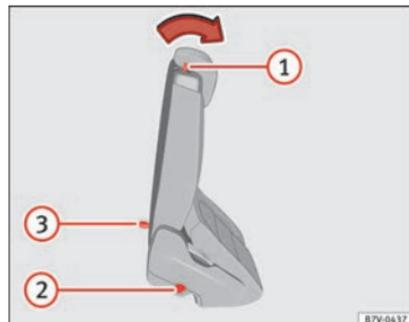

Fig. 157 Seconde rangée de sièges : commandes de l'aide à l'accès.
- Retirez les éventuels objets se trouvant sur le plancher de la seconde rangée de sièges » ❶.
- Poussez le levier » fig. 157 ❶ vers l'avant et rabattez le dossier du siège arrière. Ce siège se rabat complètement vers l'avant » ❷ et il est également possible de le déplacer plus vers l'avant.
- Entrer dans le véhicule et en sortir prudemment » ❸.
- Relevez le dossier du siège arrière en position verticale. L'ensemble du siège se redresse vers l'arrière » ❹.
- Le siège arrière doit être correctement encastré pour que les ceintures de sécurité des places arrière puissent assurer leur fonction protectrice. Le marquage rouge » fig. 157 ❺
Si le levier » fig. 157 ❶ ne fonctionne pas, par exemple, après un accident, il est possible de rabattre vers l'avant les sièges de la deuxième rangée depuis la troisième, afin de faciliter la sortie depuis cette dernière » ❷.
- Tirez la poignée » fig. 157 ❸ vers l'arrière et rabattez le dossier du siège arrière. La banquette complète se rabat vers l'avant » ❸.
- Un marquage rouge sur le côté du siège » fig. 157 ❷ prévient que le dossier n'est pas encastré. Lorsque le dossier s'encastré correctement, le marquage est invisible.